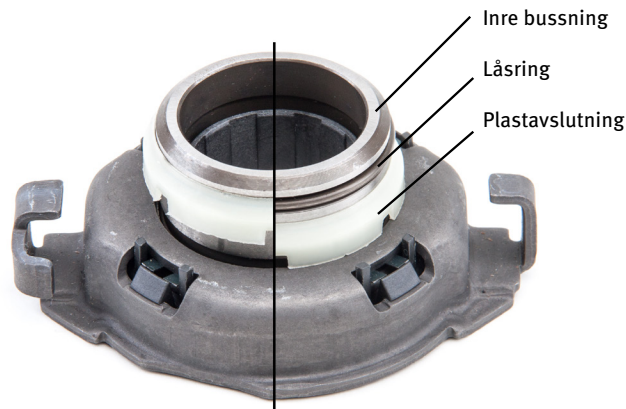
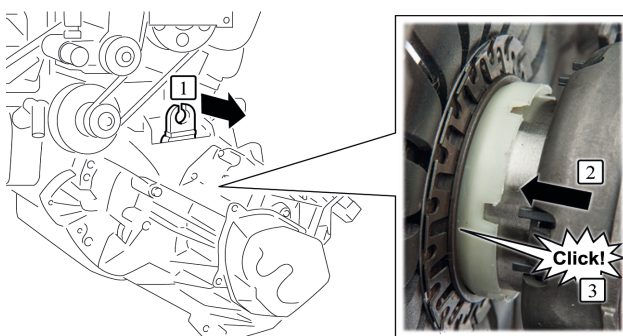

Bild 3: Låsringen hålls förspänd (vänster) med hjälp av en plasthylsa, eller fri (höger)
Bild 4: Genom ett kraftigt ryck i kopplingsarmen låser sig lagret i kopplingen med ett hörbart klickljud
4. Efter montering av växellådan måste urtrampningslagret låsas mot tryckplattan genom kopplingsarmen. För att kunna utföra detta utifrån är den försedd med en låsring. En plasthylsa håller ringen förspänd (Bild 3, vänster). När urtrampningslagret pressas på tryckplattan förflyttar sig den inre bussningen in i solfjäders öppning. Därvid stannar plasthylsan kvar på plats och frigör låsringen (Bild 3, höger). Den senare snäpper in i solfjäders hållarring med ett hörbart klickljud (Bild 4).